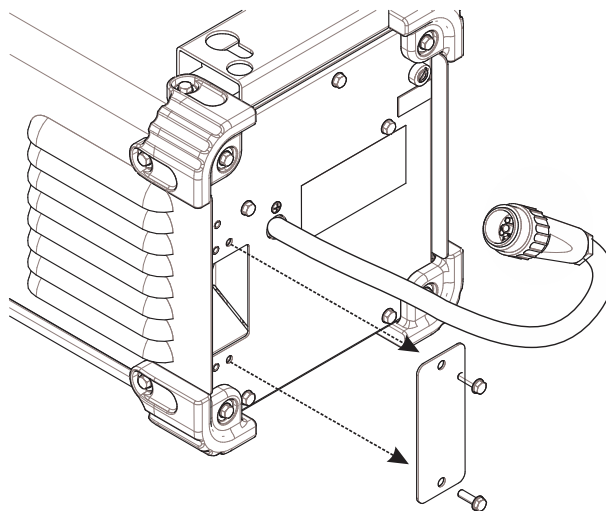

Figura 9
- Panoul de accesare a filtrului este situat în partea din spate de jos stânga, scoateți două șuruburi - a se vedea Figura 9.